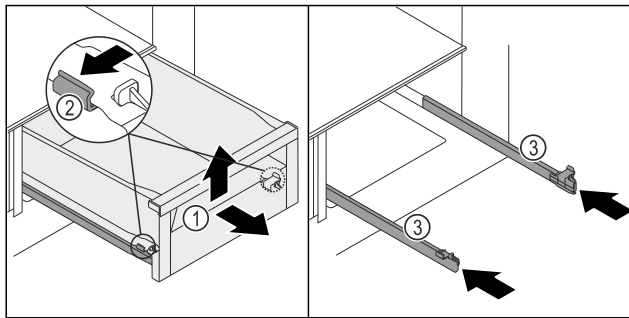

Fig. 152
- Sortir le tiroir Fig. 152 (1) jusqu'en butée.
- Tirer simultanément sur les languettes Fig. 152 (2) des rails situées à gauche et à droite.
- Le tiroir Fig. 152 (1) se détache des rails.
- Soulever l'avant du tiroir Fig. 152 (1).
- Retirer le tiroir Fig. 152 (1) par l'avant.
- Pousser les rails Fig. 152 (3).